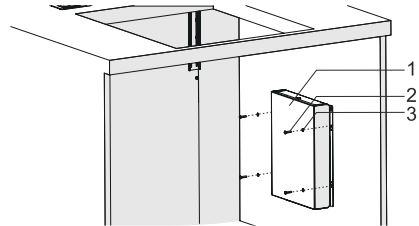

Fig. 17
7. ▶ Montera elektronikboxen med 4 x 3,9x22 skruvar och använd brickorna för detta (Fig. 17).